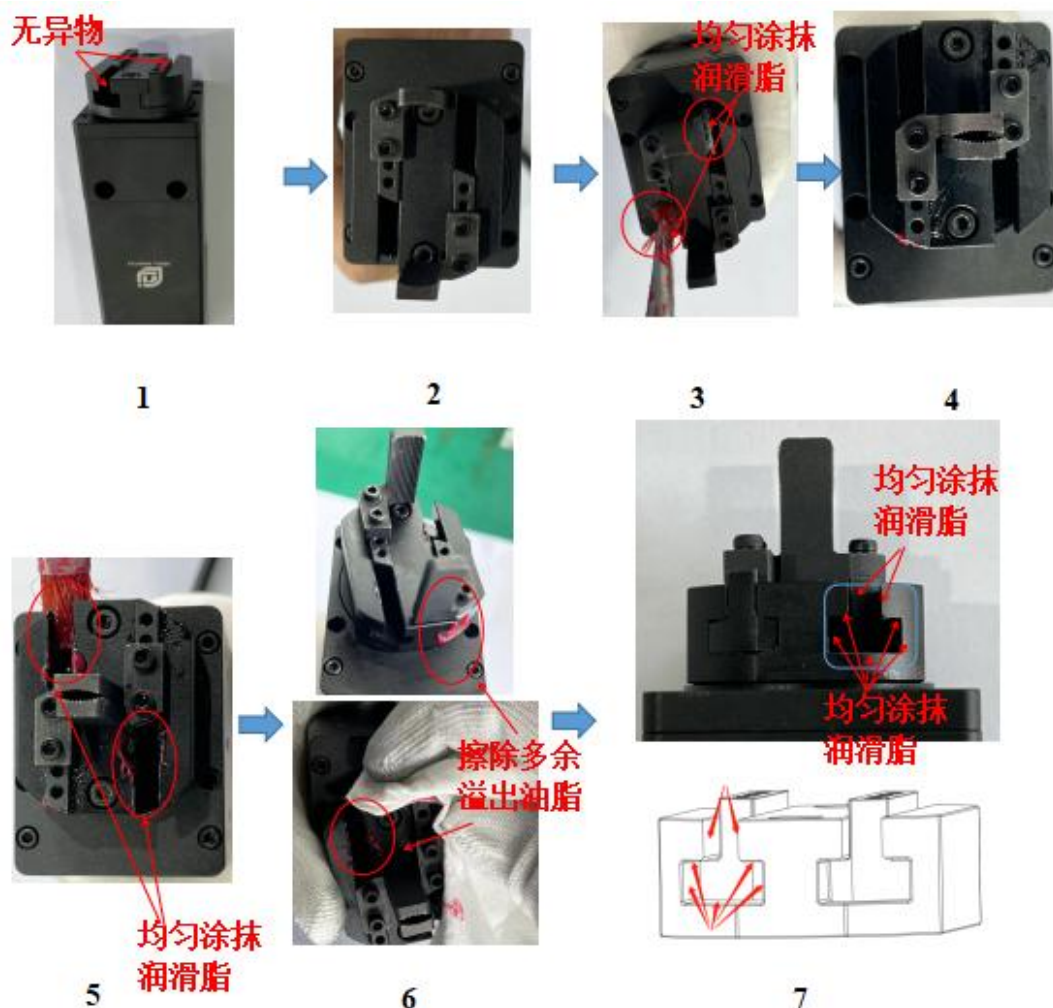

图 11.2 油脂保养流程图
- ① 自检，电爪保持上电状态，目视检查电爪齿条合滑道间无颗粒、絮状异物，若有异物则清理异物
- ② 打开手指，如图 11.2 中标号 2 所示，用上位机软件打开手指至最大行程（上位机使用见 5.1 章节）
- ③ 涂抹润滑脂，如图 11.2 中标号 3 所示，用毛刷均匀涂抹美孚 SHC1500 润滑脂，齿条与手掌的所有接触面均需涂抹润滑脂
- ④ 关闭手指，如图 11.2 中标号 4 所示，用上位机软件关闭手指至最小行程（上位机使用见 5.1 章节）
- ⑤ 涂抹润滑脂，如图 11.2 中标号 5 所示，用毛刷均匀涂抹美孚 SHC1500 润滑脂，齿条与手掌的所有接触面均需涂抹润滑脂
- ⑥ 擦除多余润滑脂，如图 11.2 中标号 6 所示，驱动齿条循环往复运行 5 次以上，无纺布擦除多余溢出油脂（齿条合手掌的接触面多余溢出油脂均需擦除）
- ⑦ 自检，如图 11.2 中标号 7 所示，目视检查齿条和手掌的接触面均匀涂抹油脂（接触面来回运行无油脂溢出，齿条与手掌间无刷毛等异物）